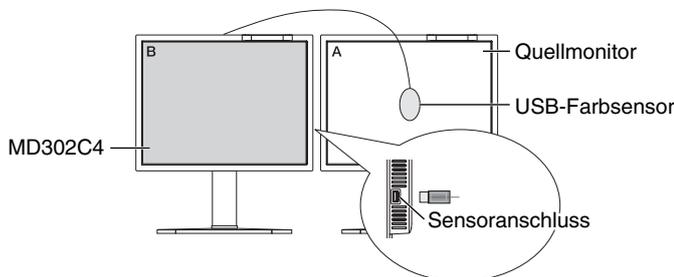

Figure C.1
- Um das Menü KALIBRIERUNG anzuzeigen, schließen Sie den USB-Farbsensor am Sensoranschluss an (**Abbildung C.1**), oder wählen Sie im erweiterten Menü die Option EIGENSTÄNDIGE KALIBRIERUNG aus (Seite 25).
- Sie werden aufgefordert, den USB-Farbsensor in der Mitte des Bildschirms zu platzieren (**Abbildung C.4**). Neigen Sie den Monitor um etwa 5 Grad nach hinten, und platzieren Sie den USB-Farbsensor in der Mitte des Bildschirms (**Abbildung C.1**).